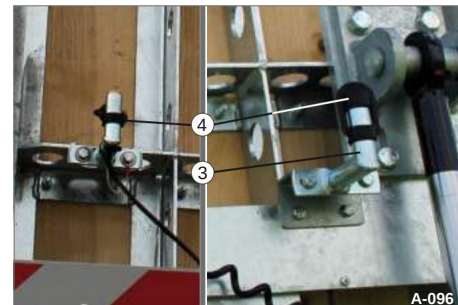

Bild 97 Roterande varningsljus, demonterat
• Ta bort skyddskåpan (bild 97/4).
(Bild 97/4) på fäströret.